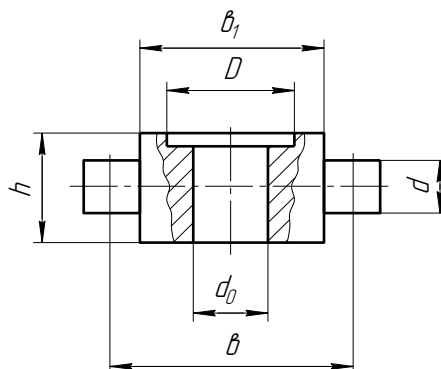

Рисунок 2.1.2 – Траверса крюковой подвески
2.1.13 По какому параметру назначают размер D (рисунок 2.1.2)?
2.1.14 Укажите критерий выбора размера d_0 (рисунок 2.1.2):